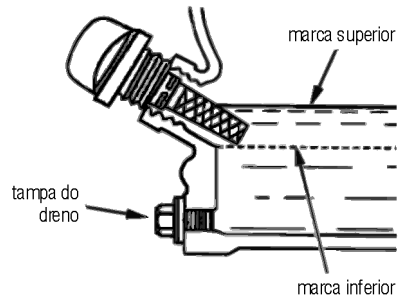

Fig. 11 – Nível de óleo
- Retire novamente a vareta e faça a leitura (fig. 11).